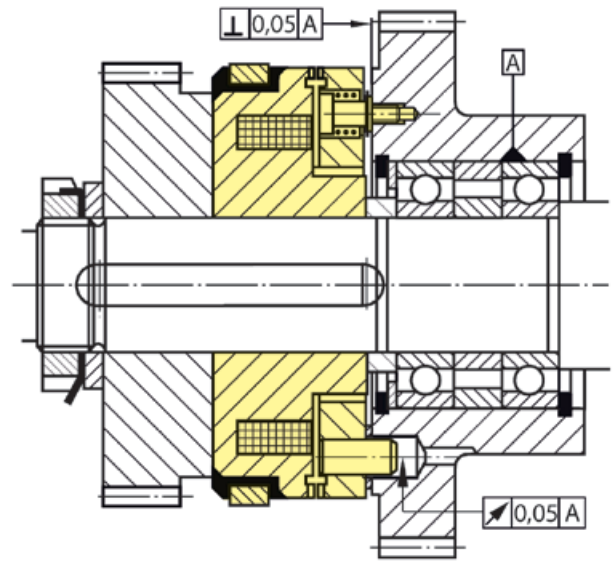
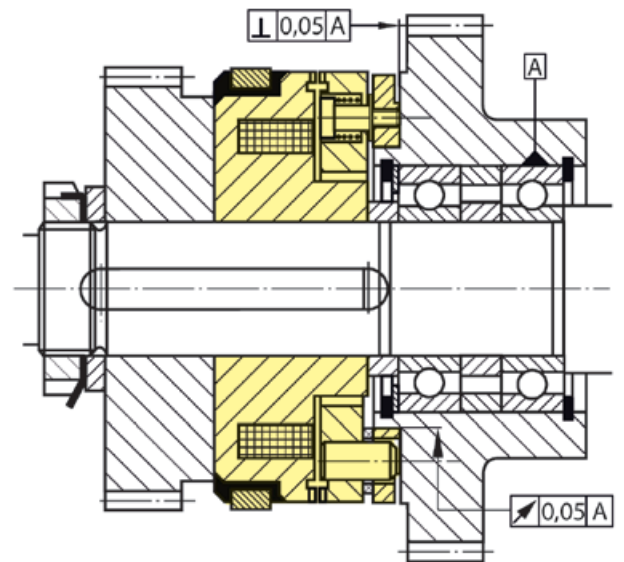

Bild 7
Bild 8
- Damit die in der Tabelle angegebenen Drehmomente erreicht werden, müssen beide Stirnverzahnungen möglichst versatzfrei zueinander laufen. Daher sollte auf den Fertigungszeichnungen der Anschlusssteile auf diese Forderung besonders hingewiesen werden. Der max. zulässige Rundlauffehler zwischen dem Sitz des Ringmagneten und dem Mitnahmebohrungsteilkreis bzw. dem Zentrieransatz des Mitnahmeringes und der zulässige Planschlag der Anlagefläche sollte nicht mehr als 0,05 mm betragen (Bild 7 und 8).
- Die in den Maßtabellen angegebenen Toleranzen für die Mitnahmebohrungen müssen eingehalten werden. Sind die Bohrungen als Grundlöcher ausgeführt (Bild 7 und 9), so müssen sie eine Entlüftung haben, damit die Luft bzw. eingedrungenes Öl entweichen kann und den Schaltvorgang nicht behindert oder gar blockiert (Kolbenwirkung). Bei trockenlaufenden Kupplungen sind die Mitnahmebolzen mit einem Dauerschmiermittel (z.B. Molycote) einzureiben. Das genaue Bohren der Mitnahmelöcher lässt sich umgehen, wenn von uns gelieferte Mitnahmeringe verwendet werden (Bild 8, 10 und 13), Maßtabelle auf Seite 16.
Bei der Bauform A und den Baugrößen 13 bis 100 Nm beträgt der Abstand des Schleifringes von der Stirnseite nur 1,5 mm. Dieser Isolierabstand ist zu gering, so dass bei überstehendem angrenzendem Maschinenteil eine Zwischenscheibe oder ein Bund vorzusehen ist (Bild 8).